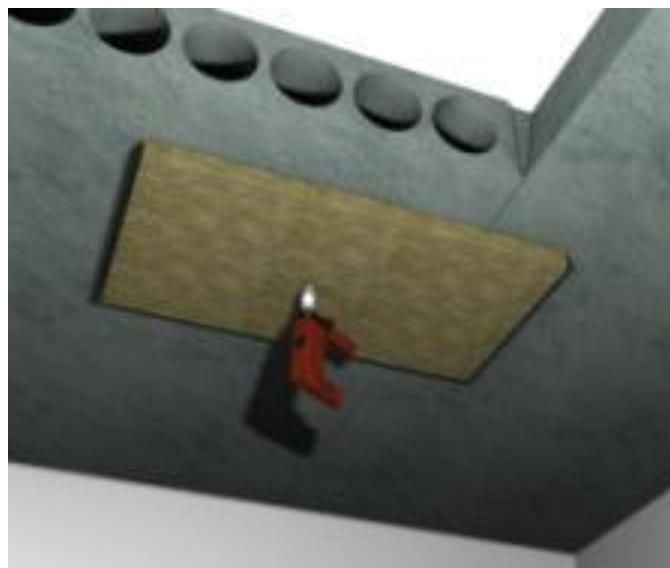

Рис.2. Сверление железобетонной конструкции
4.2.2 Приложить минераловатную плиту «Плита ТЕХНО ОЗБ 110» огнезащитная для изоляции конструкций из бетона» к железобетонной конструкции и сквозь нее просверлить отверстия (диаметр сверла 8мм) (рис.2)